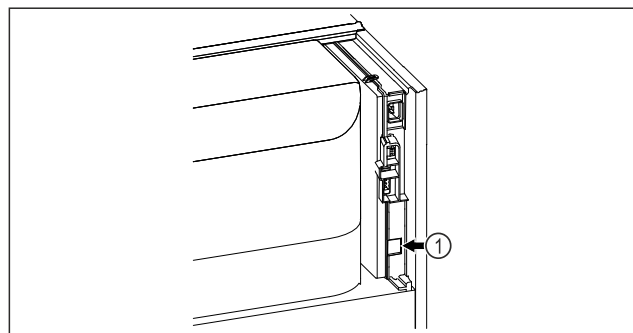

Fig. 83
- SmartModule Fig. 83 (1) on sisse pandud.